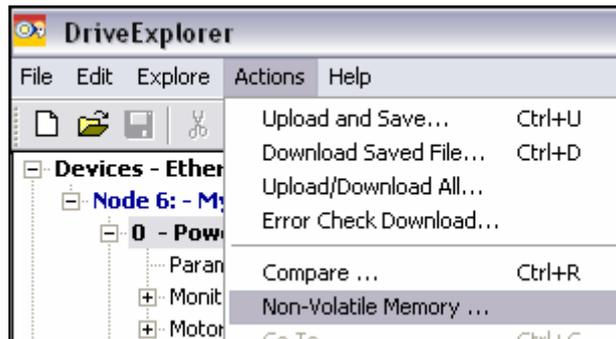

图 1-46 选择 Non Volatile Memory
(1) 浏览到 **Actions** → **Non Volatile Memory**，点击 Non Volatile Memory（非易失性存储器），如图 1-46 所示。